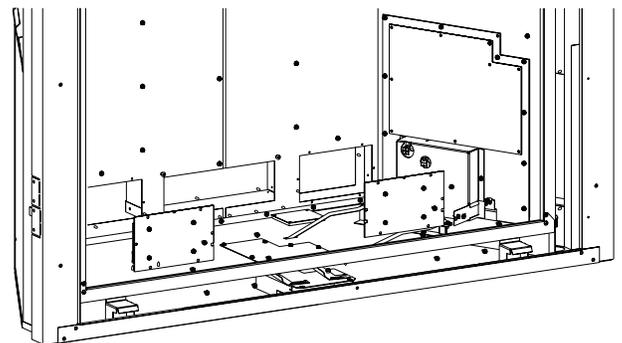

Figure 13
8. Remettre en place le support de soufflante (celle-ci y étant fixée) l'aide de six (6) vis sur chacune. Voir Figure 13.